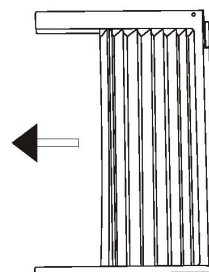

Fig. 1
A. Placez l'appareil sur le sol, un établi ou une table. Maintenez le panneau en accordéon d'une main et tirez légèrement le centre pour libérer l'extrémité ouverte. Voir Fig. 1.